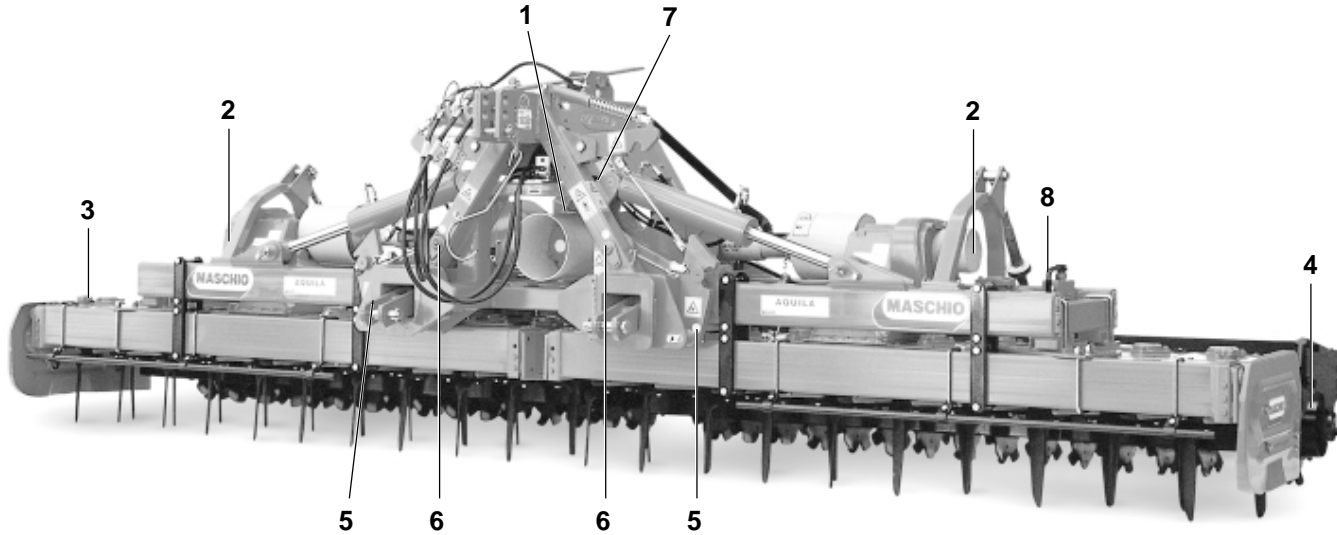

Fig. 30
- Per verificare il livello olio nella scatola centrale del riduttore (1 Fig. 30) svitare il tappo inferiore (1 Fig. 27) e controllare che il livello sia a filo del bordo inferiore del foro del tappo. Eventualmente rabboccare.
- Effettuare il cambio completo dell'olio del riduttore (1-2 Fig. 30) scaricandolo dal tappo di scarico ed introducendolo dal tappo di introduzione/livello.
- *To check the oil level in the central housing of the final drive (1 Fig. 30), unscrew the lower plug (1 Fig. 27) and make sure that the level reaches the lower edge of the plug hole. Top up if necessary.*
- *Completely change the oil in the reduction unit (1-2 Fig. 30) by draining the old oil through the drain plug and pouring fresh oil through the fill/level plug.*
- Um den Ölstand im zentralen Getriebegehäuse (1 Abb. 30) zu prüfen, den unteren Stopfen (1 Abb. 27) abdrehen und sicherstellen, dass das Öl bis zur unteren Kante der Stopfenöffnung steht. Eventuell Öl nachfüllen.
- Das Öl im Getriebe wechseln (1-2 Abb.30). Dazu die Ölablassschraube losdrehen und neues Öl bei der Einfüll-/Standsschraube einfüllen.
- *Pour vérifier le niveau de l'huile dans le boîtier central du réducteur (1 Fig. 30), dévisser le bouchon inférieur (1 Fig. 27) et contrôler que le niveau est au ras du bord inférieur de l'orifice du bouchon. Si nécessaire faire un rajout.*
- *Vidangez entièrement l'huile du réducteur (1-2 Fig. 30) par le bouchon de vidange; mettez l'huile neuve par le bouchon de remplissage/jauge.*
- Para controlar el nivel aceite en la caja central del reductor (1 Fig. 30) desenroscar el tapón inferior (1 Fig. 27) y controlar que el nivel llegue al borde inferior del agujero del tapón. Si es necesario abastecer.
- Efectuar el cambio completo del aceite del reductor (1-2 Fig. 30) descargándolo del tapón de descarga e introduciéndolo a través del tapón de introducción/nivel.
- Effettuare il cambio completo dell'olio della vasca ingranaggi scaricandolo dal tappo ed introducendolo dal tappo di carico/livello (3 Fig. 30).
- *Completely change the oil in the gear reservoir by draining the old oil through the plug and pouring fresh oil through the fill/level plug (3 Fig. 30).*
- Den Ölwechsel im Zahnradkasten ausführen. Das Öl bei Stopfen ablassen und bei Einfüll-/Standsschraube (3 Abb. 30) einfüllen.
- *Vidangez entièrement l'huile du carter de transmission par le bouchon de vidange; mettez l'huile neuve par le bouchon de remplissage/jauge (3 Fig. 30).*
- Efectuar el cambio completo del aceite del contenedor engranajes descargándolo a través del tapón e introduciéndolo a través del tapón de carga/nivel (3 Fig. 30).